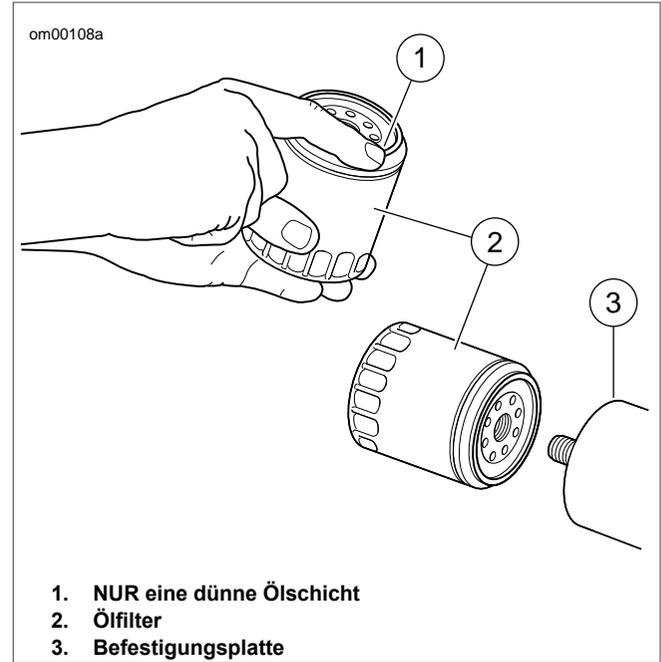

Abbildung 24. Auftragen einer dünnen Ölschicht
6. Siehe Abbildung 24. Eine dünne Schicht Motoröl auf die Dichtungskontaktfläche an der Befestigungsplatte, die Dichtung und den neuen Ölfilter auftragen.